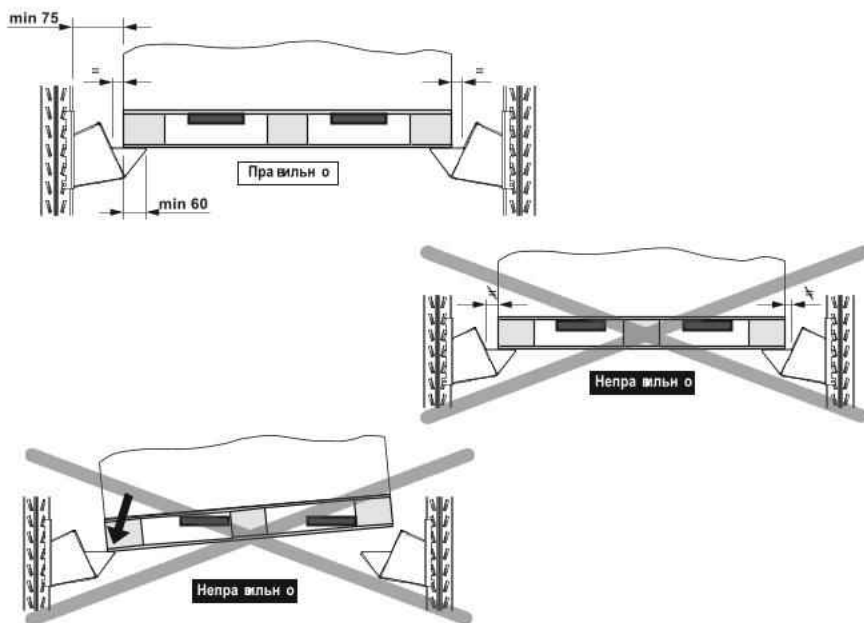

Рисунок 13 - Установка поддона на ложементы
- Не допускается установка грузовой единицы в ячейке стеллажа со смещением к одной из его сторон (рис. 13);
Перед установкой грузовой единицы в стеллаж её необходимо устойчиво расположить на вилках. Не допускается установка на ложементы грузовой единицы под наклоном (один край поддона перевешивает другой). Это может стать причиной повреждения одного из ложементов (рис. 13);